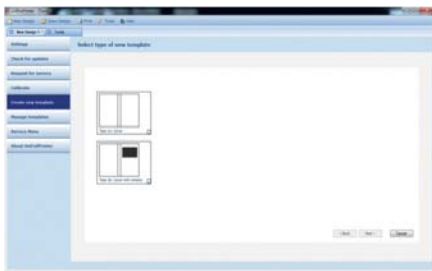

ABBILDUNG 3
1. Klicken Sie den Button „Create new template“ im „Tools“ Menü. Wählen Sie die Art des Covers aus (Abbildung 3).